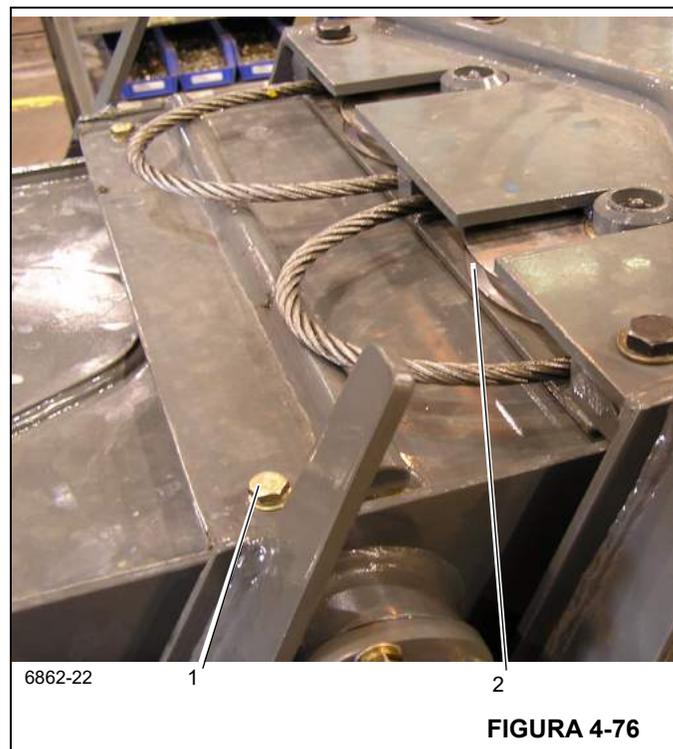

FIGURA 4-76
23. Instale la placa de retroceso en la parte superior interior de la sección media interior (1), (Figura 4-76). Instale el conjunto de la polea del cable de sincronización media (2), (Figura 4-76) en la parte superior interior de la sección media interior.